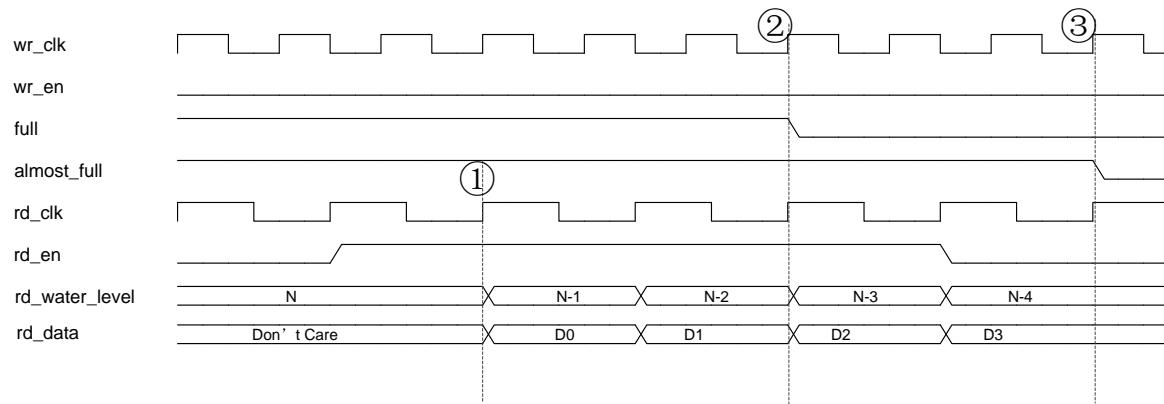
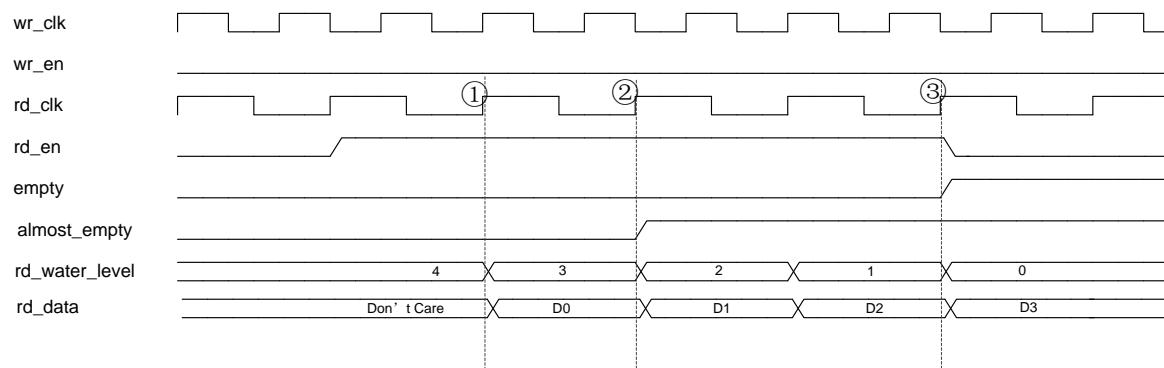

图 2-35 异步 FIFO 在满状态的读出时序图（未使能输出寄存）
图 2-36 异步 FIFO 即将读空的读出时序图（未使能输出寄存）
对于异步 FIFO, 图 2-35 和图 2-36 分别是在满状态读出和即将读空的时序图。时序图中的 FIFO 深度为 N, Almost Full Numbers 配置为 N-2, Almost Empty Numbers 配置为 2。
在图 2-35 中, FIFO 在满状态下 full 信号为“1”, almost_full 信号也为“1”。当 rd_en 有效开始读出数据后 (rd_clk 上升沿①), full 信号在第 3 个写时钟上升沿置“0” (wr_clk 上升沿②)。如果 rd_en 继续有效, almost_full 信号会根据配置的 ALMOST_FULL_NUM 参数值延迟置“0” (wr_clk 上升沿③)。和同步 FIFO 一样, rd_water_level 信号在 rd_en 有效下递减计数。
在图 2-36 中，如果 rd_en 开始有效并继续读出数据（rd_clk 上升沿①），当读指针与写指针的差值等于 ALMOST_EMPTY_NUM 参数值时，almost_empty 标志将置“1”（rd_clk 上升沿②）。当 FIFO 读空时（rd_clk 上升沿③），empty 信号立刻置“1”。